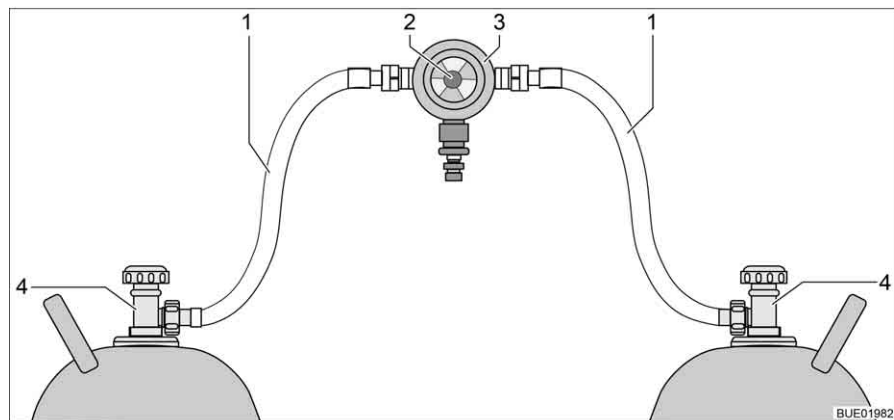
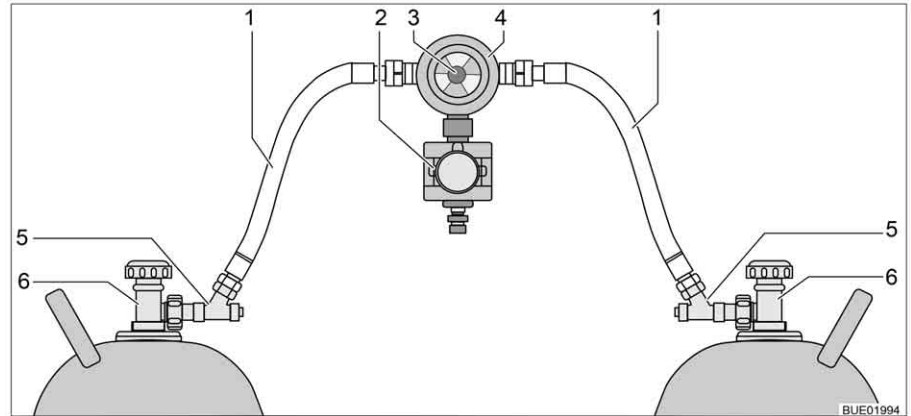

Fig. 109 Instalación de conmutación de bombonas de gas
Fig. 110 Instalación de conmutación de bombonas de gas con CPU
La instalación de conmutación de bombonas de gas consiste de un regulador de presión de gas combinado, con válvula selectora e indicador (Fig. 109,3). La instalación de conmutación de bombonas de gas está montada entre las dos gomas del gas (Fig. 109,1).
La instalación de conmutación de bombonas de gas consiste de un regulador de presión de gas combinado, con válvula selectora e indicador (Fig. 110,4) y una electroválvula (Fig. 110,2). En caso de una frenada a fondo, un accidente o una extrema posición inclinada, la electroválvula bloquea el suministro de gas al vehículo. La instalación de conmutación de bombonas de gas está montada entre las dos gomas del gas (Fig. 110,1) con dispositivos de seguridad en caso de rotura de manguera (Fig. 110,5).
Con el botón giratorio (Fig. 109,2 ó bien Fig. 110,3) en la instalación de conmutación de bombonas de gas se puede determinar cuál de las bombonas de gas se utilizará como bombona de servicio y cuál bombona de gas como bombona de reserva.
En la unidad de mando (Fig. 111) únicamente pueden conmutarse las funciones eléctricas. Las llaves de paso principales de las bombonas de gas (Fig. 109,4 ó bien Fig. 110,6) deben abrirse y cerrarse a mano.
- Abrir las llaves de paso principales en las bombonas de gas (Fig. 109,4 ó bien Fig. 110,6).
- Pulsar los dispositivos de seguridad en caso de rotura de manguera (Fig. 110,5), uno tras otro, por 10 segundos.
- Con el botón giratorio (Fig. 109,2 ó bien Fig. 110,3) en la instalación de conmutación, seleccionar la bombona de gas de la que habrá de tomarse el gas con prioridad (bombona de servicio). Girar el botón giratorio siempre hasta el tope.
- Cerrar las llaves de paso principales en las bombonas de gas (Fig. 109,4 ó Fig. 110,6).